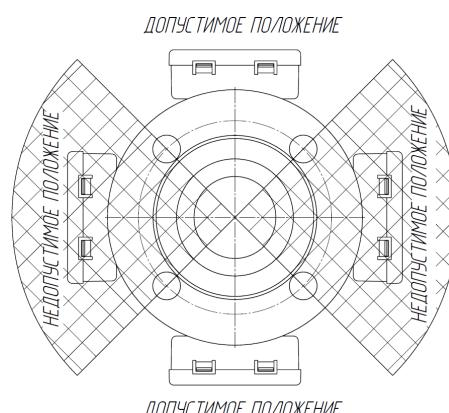

Рисунок 3
- расходомер Du50-200 должен бытьложен вертикально относительно трубы во избежание скопления воздуха в соответствии с рис.3;